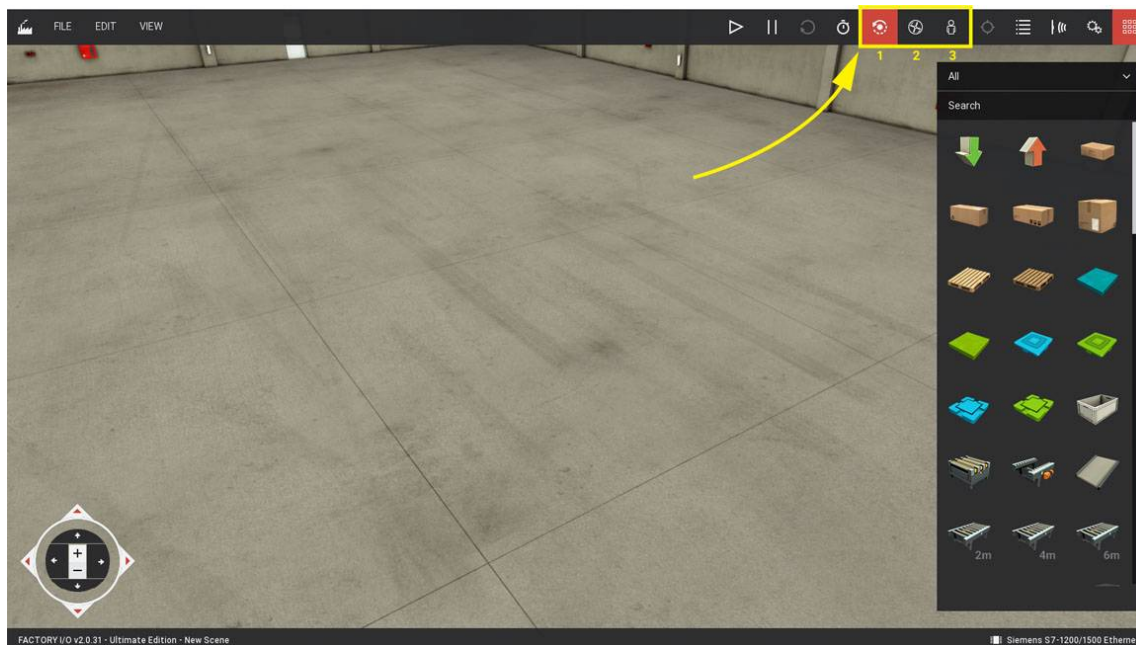

Рис.5. Перемикання між типами камер у програмі «Factory I/O»
Існує три типи камер (рис.5): **Orbit (1)**, **Fly (2)** та **First Person (3)**. Кожна камера краще підходить для певних завдань, і користувач сам обирає найефективнішу залежно від дій, що виконуються. Можна робити перемикання між камерами кнопками на панелі інструментів, як показано на рисунку.